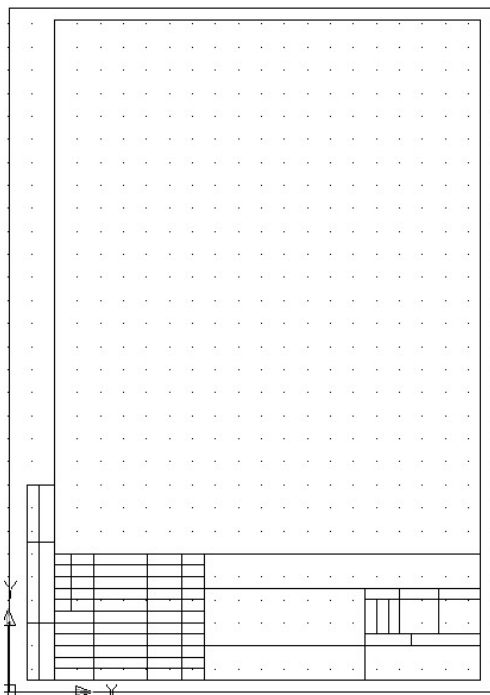

Рисунок 2.5 – Креслення
5. Уводимо довжину відрізка 210 мм та натискаємо Enter (рис. 2.5). Довжина відрізка залежить від необхідного формату аркуша: